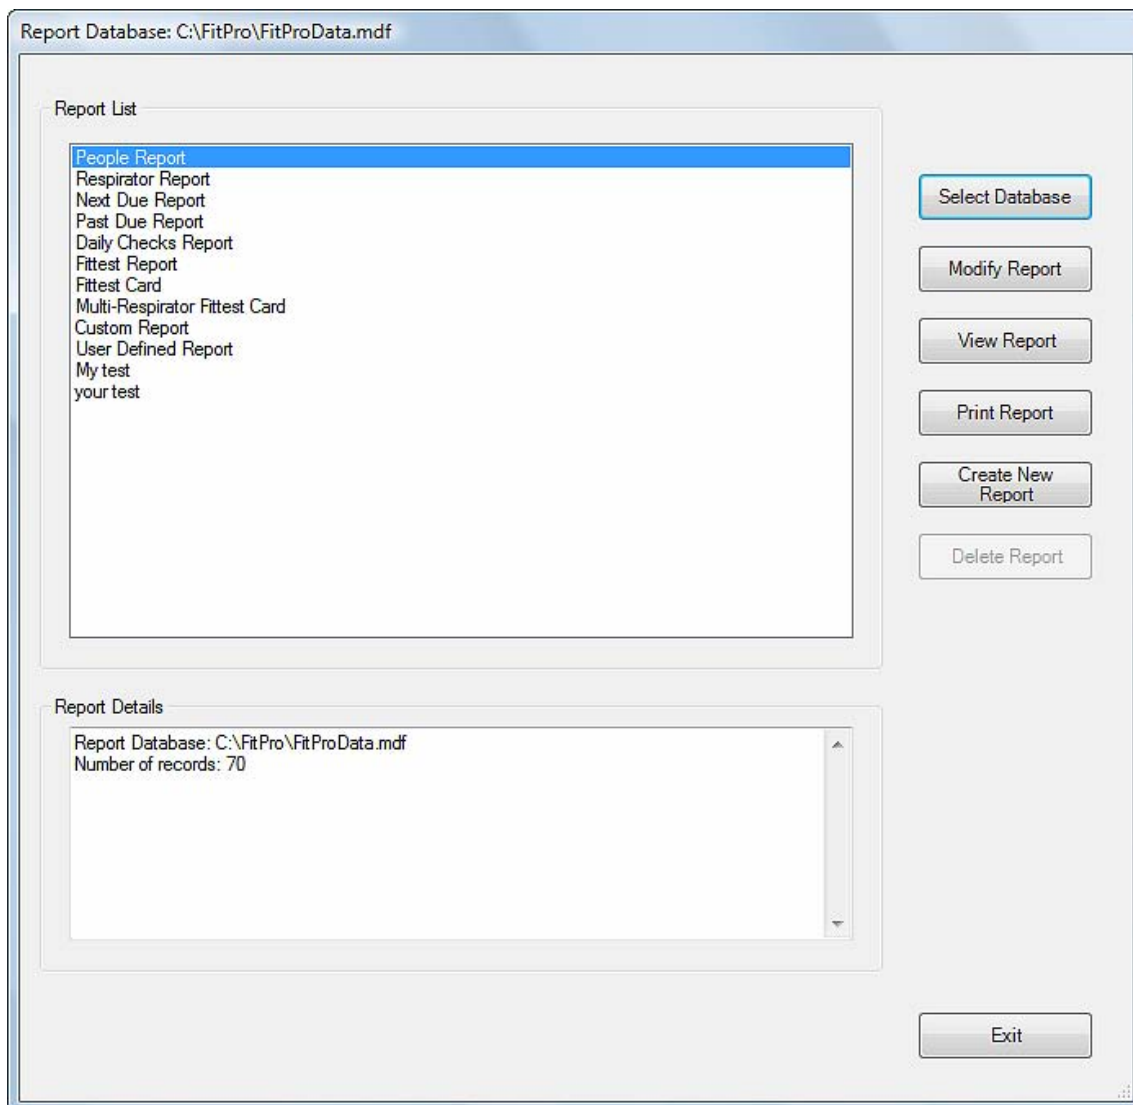

Ilustración 34. Cuadro de diálogo Report Selection (Selección de informes)
1. Seleccione **Report** | **Select Report** (Informe | Seleccionar informe) o bien haga clic en . Aparecerá el cuadro de diálogo Report Selection (Selección de informes) (Ilustración 34). El nombre del archivo de base de datos utilizado para los informes se muestra en la parte superior del cuadro de diálogo y en la ventana **Report Details** (Detalles del informe). De forma predeterminada, esta es la base de datos activa. Haga clic en **Select Database** (Seleccionar base de datos) para elegir otra base de datos. Los informes que se encuentran disponibles se muestran en la ventana **Report List** (Lista de informes). Haga clic en un nombre de informe en esta lista y el número de registros para ese informe se mostrará en la ventana **Report Details** (Detalles del informe).